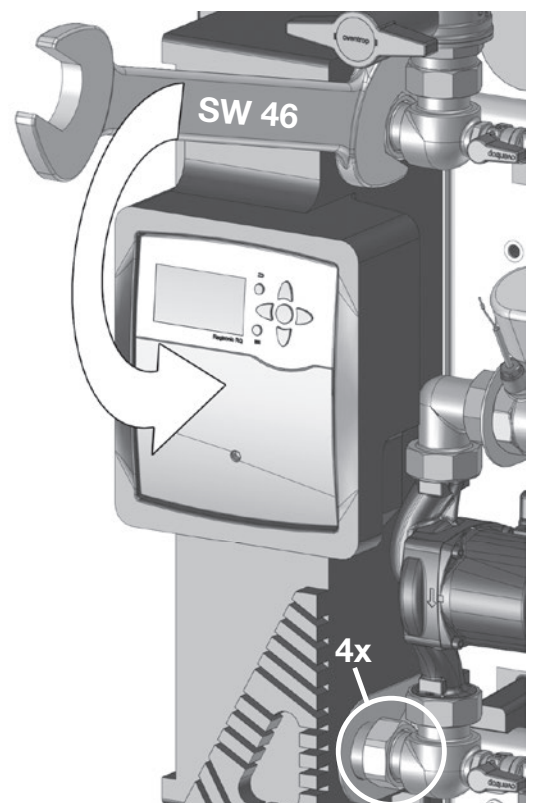

Abb. 5.6: Überwurfmutter des Wärmeübertragers lösen
6. Alle vier Überwurfmutter des Wärmeübertragers mit Maulschlüssel SW 46 lösen (Abb. 5.6).